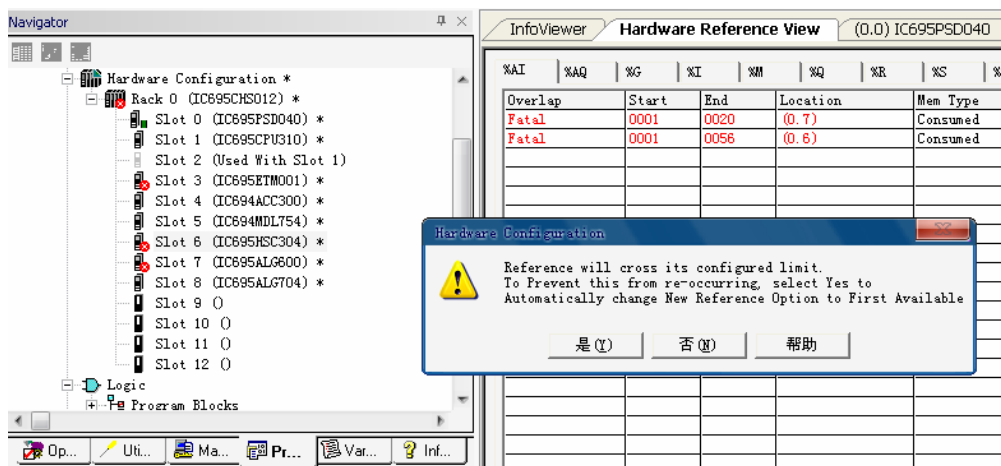

图 4.8 硬件配置的错误信息
7. 配置完成后，会发现出现了一些错误信息，如图 4.8 所示。